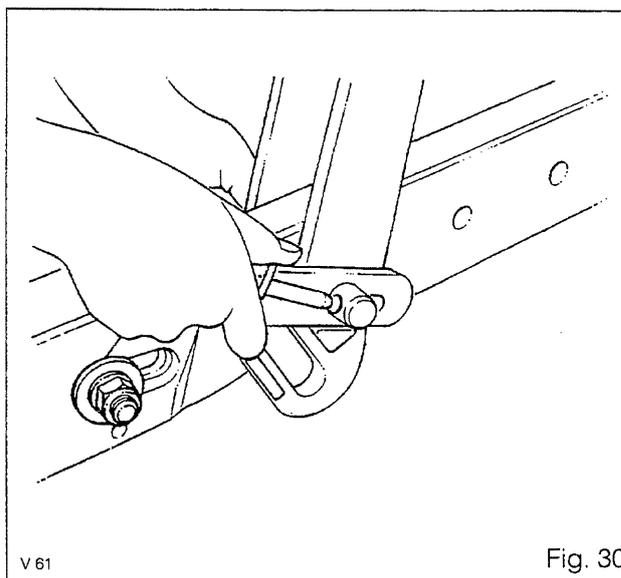

Fig. 30
- Régler la course des barres d'attelage comme indiqué Fig. 30.